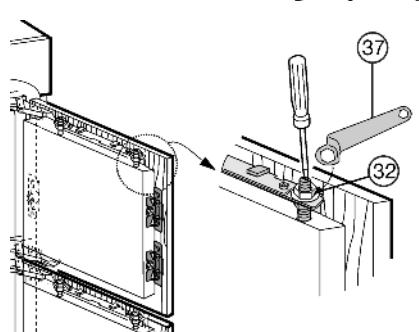

Fig. 25
- Затяните контргайки Fig. 25 (32) кольцевым гаечным ключом Fig. 25 (37), при этом регулировочные болты Fig. 25 (33) удерживайте от проворачивания отверткой.